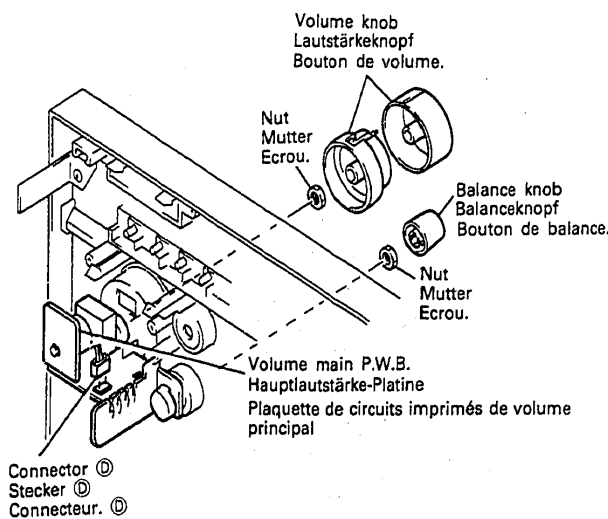

Fig. 13 Abb. 13
15. **Hauptlautstärke-Platine (Abb. 13)**
**15. Plaquette de circuits imprimés de volume principal (Fig. 13)**